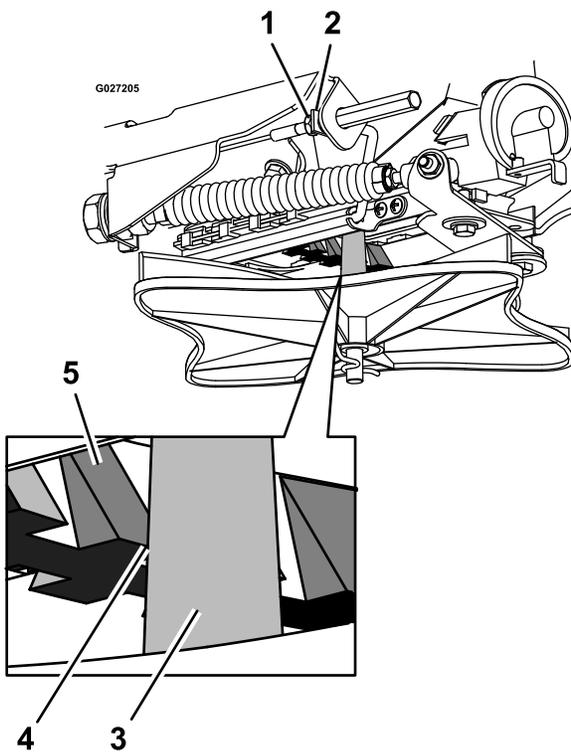

Figure 86
5. Desserrez l'écrou de blocage au bout du câble de commande d'épandage (Figure 86).
6. Tirez sur la tige de liaison jusqu'à obtention d'un écart de 3,2 mm ($\frac{1}{8}$ po) entre la dent de rampe et l'arbre de turbine (Figure 86).
7. Resserrez l'écrou de blocage (Figure 86).